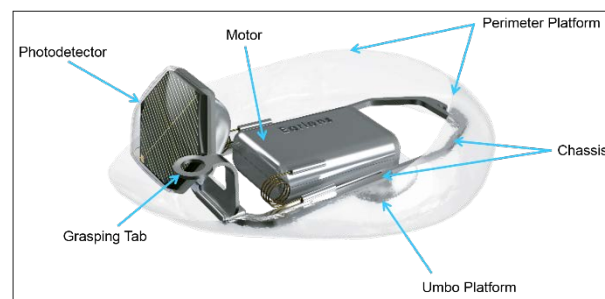

Figure 2 : Lentille
La lentille (Figure 2) est conçue pour recevoir les signaux lumineux émis par l'embout lumineux et les convertir en vibrations mécaniques de la membrane tympanique (MT). La lentille est conçue sur mesure et mise en place par un médecin qualifié. Elle est placée à l'extrémité du conduit auditif, sur la peau entourant la MT.